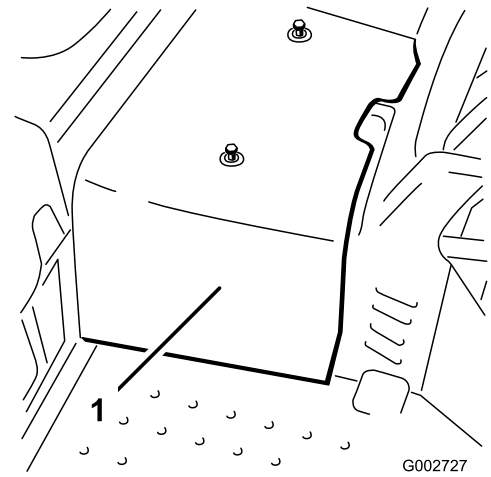

图35
2. 拧掉将中央护罩固定到机器的 2 个螺丝然后取下护罩图35。